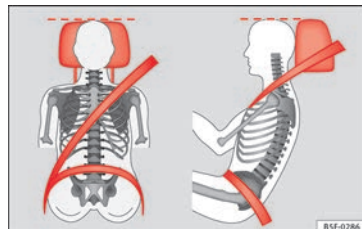

Fig. 96 Apoyacabezas ajustado correctamente visto de frente y lateralmente.
– Ajuste el apoyacabezas de modo que el borde superior quede, en la medida de lo posible, a la altura de la parte superior de la cabeza, como mínimo a la altura de los ojos » » » **fig. 96.**